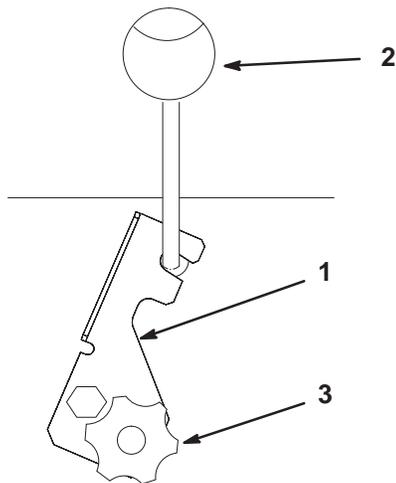

Bild 11
2. Lockern Sie die Sperrriegel-Feststellschraube. Stellen Sie den Bügel zurück und ziehen die Feststellschraube fest (Bild 11).